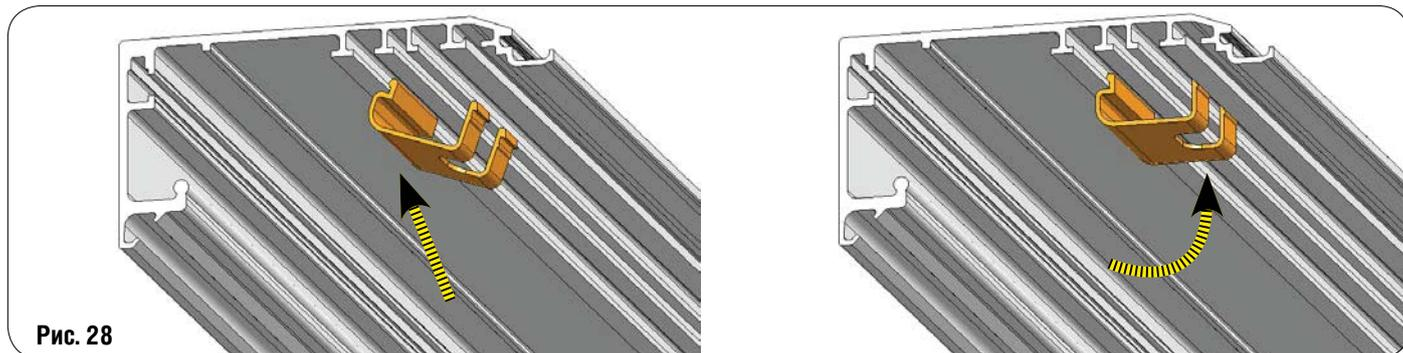

Рис. 28
Установите с помощью нажатия кабельные клипсы в гнездо несущего профиля как показано на рис. 28.
- Используйте кабельные каналы – размещенные соответствующим образом (рис. 28) – чтобы проложить кабели внутри профиля стенки привода, таким образом предотвращая их контакт с подвижными частями.